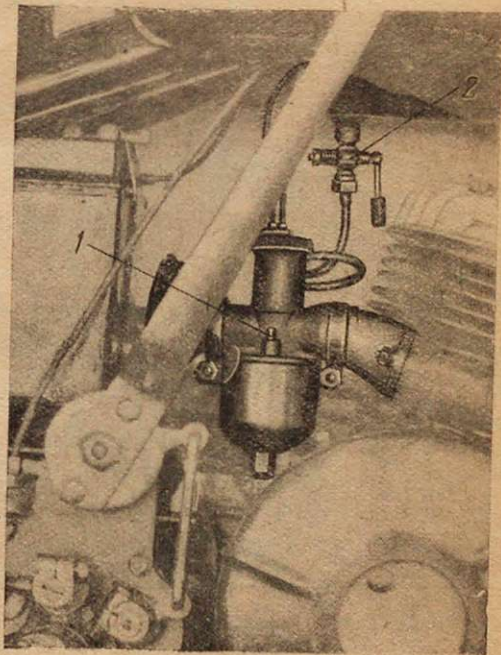
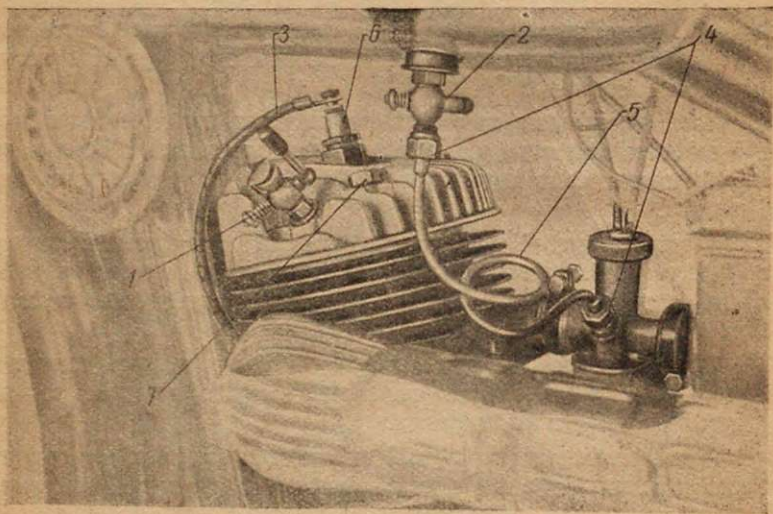

Рис. 4.
Рис. 6.
2. Открывают бензокраник (2) и проверяют поступление горючего в карбюратор путем нажима на контрольную кнопку (1) (см. рис. 4). Если бензин поступает исправно, то через небольшие отверстия в крышке
Для того чтобы остановить работу мотора, нужно открыть декомпрессионный краник (1) (рис. 6) и повернуть рукоятку газа от себя до отказа, после чего необходимо закрыть бензокраник (2).
Если двигатель не заводится, то следует прежде всего проверить поступление горючего в карбюратор. Если при нажмие на контрольную кнопку (рис. 4) горючее в карбюратор не поступает, то нужно проверить, есть ли горючее в баке, открыт ли бензокраник и не засорилось ли отверстие в пробке бака. Затем следует отвернуть бензопровод (5) от карбюратора, отпустив обе гайки (4) (рис. 6). Если бензин через бензопровод поступает, то значит засорился бензопровод в карбюраторе над запорной иглой. В этом случае необходимо продуть карбюратор шинным насосом. Если бензин через отвернутый от карбюратора бензопровод не поступает, то значит засорился либо фильтр бензокраника, либо бензопровод. Бензопровод нужно продуть насосом. Для чистки фильтра нужно слить из бака бензин, вывернуть краник, прочистить и промыть его. Если подача горючего нормальна, то нужно проверить, не отделился ли провод высокого напряжения от свечи. Крючкообразный наконечник провода (3) должен быть крепко прижат гайкой к центральному электроду свечи (рис. 6). Далее следует проверить чистоту фарфорового изолятора свечи. Наблюдаются случаи, особенно при езде по пыльным дорогам, когда фарфор